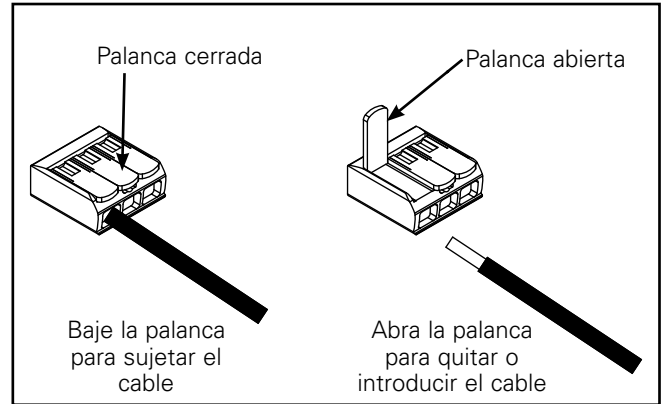

Figura 14.
- Extraiga una de las cubiertas de la caja de derivación. Conecte los cables del terminal de alimentación a los cables del terminal del controlador, según el diagrama de cableado y de acuerdo con sus códigos eléctricos locales o el Código Eléctrico Nacional (Figura 14.).
1. Brinde el servicio eléctrico a la caja de derivación (ubicada en el marco de yeso) de acuerdo al "Código Eléctrico Nacional" o a su código eléctrico local. El aislamiento del cable de suministro debe estar calificado para una temperatura de al menos 90 °C. La caja de conexiones está certificada para cuatro (4) conductores #12 AWG (dos de entrada, dos de salida) de 90 °C y para alimentación a través de cableado derivado para los conductores tipo IC y Plug in para 120/277 V únicamente. Para todos los demás casos, ocho (8) conductores #12 AWG (cuatro de entrada, cuatro de salida) de 90 °C y alimentación a través de cableado derivado para 120/277 V únicamente.
2. Retire la cubierta de la caja de empalmes (Figura 14.).